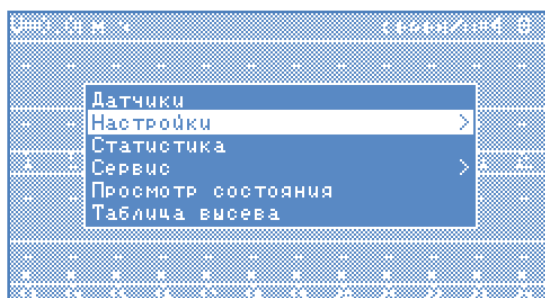

Рисунок 23
4. Кнопками «Вверх» и «Вниз» выбрать пункт меню «Настройки» (см. «Рисунок 23») и нажать «Меню».